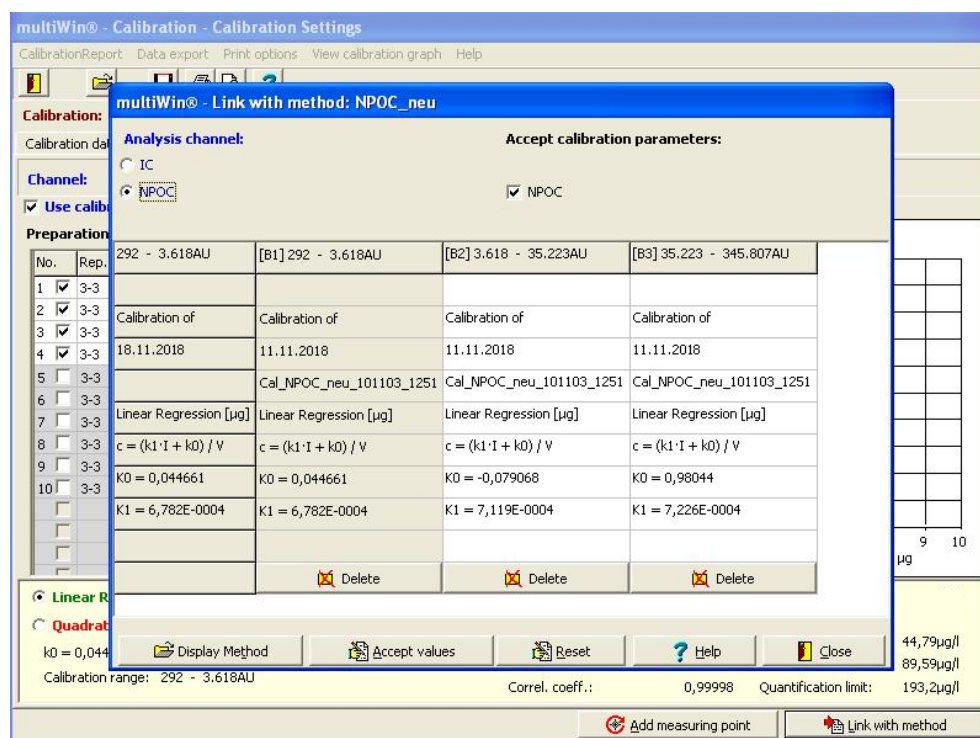

Fig. 27 Ventana Enlace con el método con tres rangos
- Una CONEXIÓN ININTERRUMPIDA significa que el extremo superior de la superficie de un rango de calibración corresponde al extremo inferior de la superficie del siguiente rango de calibración (ver tabla Fig. 27, primera fila)